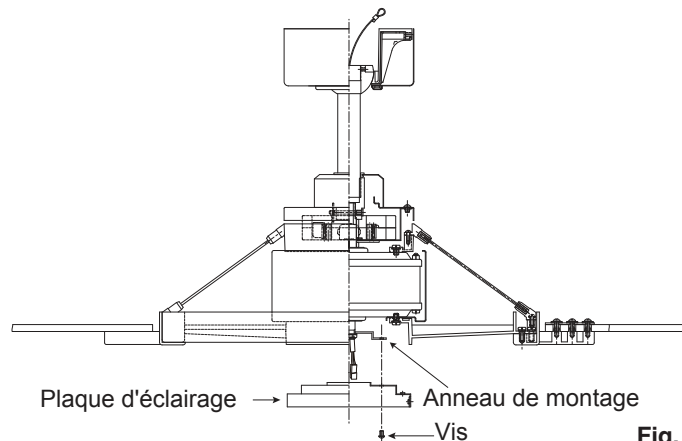

Fig. 16
Étape 1. Desserrez deux vis sur l'anneau de montage fixé à l'axe du moteur et «retirez» et conservez la troisième vis. (Fig. 16)